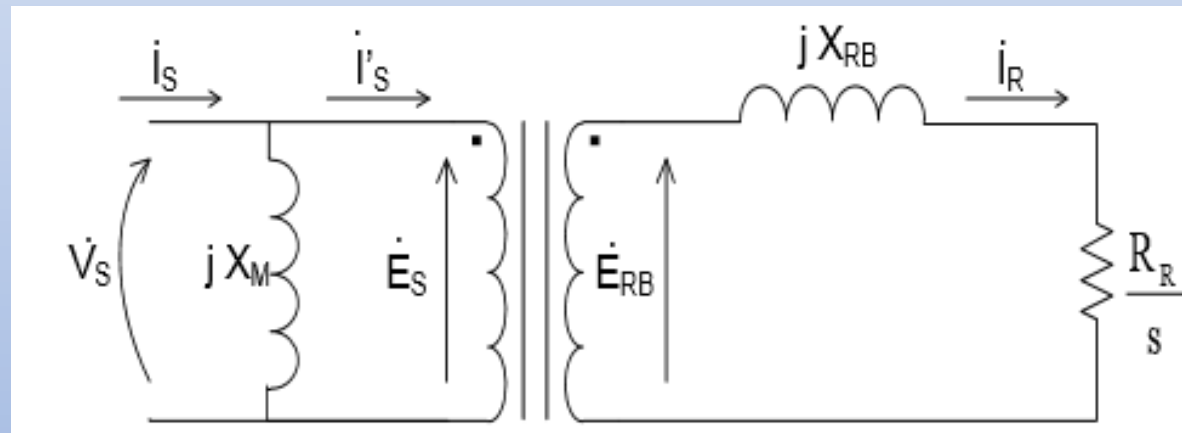

Fig. 4
- ❖ A corrente de alimentação do transformador ideal é composta por duas parcelas: **uma responsável pela transferência de potência do primário para o secundário (corrente de carga)** e **outra responsável pela magnetização do núcleo (corrente de magnetização)**. A Fig. 4 ilustra este ramo de magnetização.